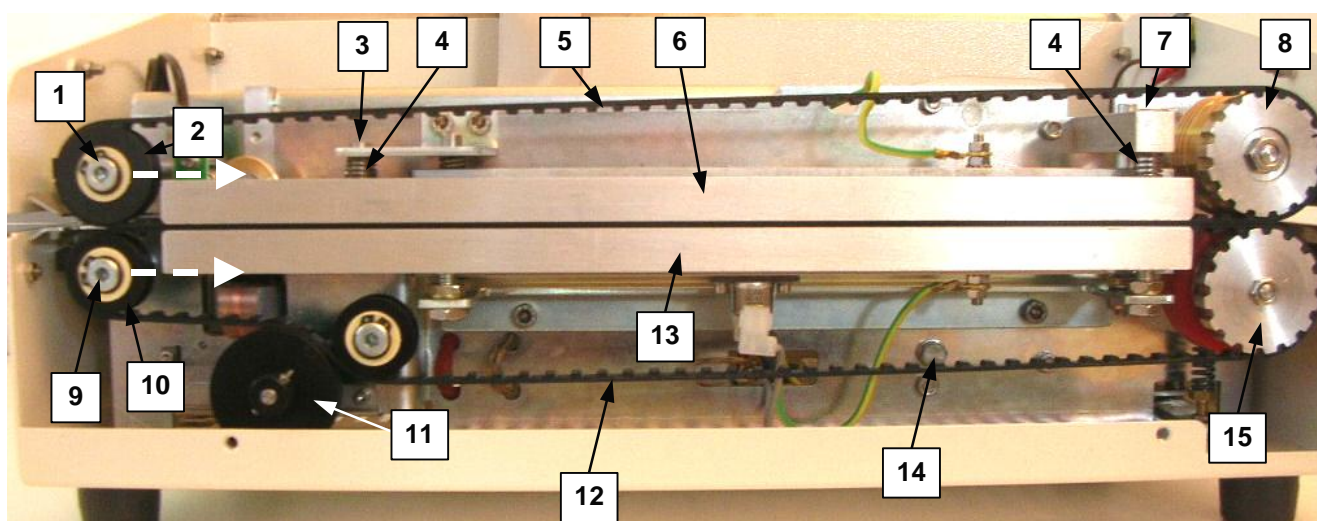

fig.5.9
- dopo aver allentato la vite superiore di bloccaggio (n.2-fig.5.8) e la vite di rotazione (n.14-fig.5.9), disinserire il gruppo motoriduttore (n.1-fig.5.8) ruotandolo nel senso della freccia di fig.5.8
- smontare la barra di trasporto superiore (n.6-fig.5.9) svitando prima le spine di fissaggio (n.3 e n.7-fig.5.9)
Attenzione a non smarrire le 2 molle di pressione (n.4-fig.5.9)
- allentare la vite di fissaggio del perno (n.1-fig.5.9) della puleggia condotta superiore.
- allentare la tensione della cinghia di trasporto superiore (n.5-fig.5.9) portando la puleggia condotta superiore (n.2-fig.5.9) nella direzione indicata dalla freccia di fig.5.9.
- sfilare la cinghia di trasporto superiore (n.5-fig.5.9) dalla puleggia motrice superiore (n.8-fig.5.9) ed estrarla dalla macchina.
- allentare la vite di fissaggio del perno (n.9-fig.5.9) della puleggia condotta inferiore.
- allentare la tensione della cinghia di trasporto inferiore (n.12-fig.5.9) portando la puleggia condotta inferiore (n.10-fig.5.9) nella direzione indicata dalla freccia di fig.5.9.
- sfilare la cinghia di trasporto inferiore (n.12-fig.5.9) dalla puleggia motrice inferiore (n.15-fig.5.9) ed estrarla dalla macchina.
- Inserire la cinghia di trasporto inferiore (n.12-fig.5.9) nella puleggia motrice inferiore (n.15-fig.5.9) e, successivamente, inserirla nella puleggia condotta inferiore (n.10-fig.5.9) e nella puleggia azionamento stampa (n.11-fig.5.9)
- tendere la cinghia inferiore mediante la puleggia condotta inferiore (n.10-fig.5.9) e bloccare il suo perno (n.9-fig.5.9) mediante la relativa vite di fissaggio.
- la puleggia-movimento-stampa (n.11-fig.5.9) ruota ed aziona il nastro della cassetta nastro
- Inserire la cinghia di trasporto superiore (n.5-fig.5.9) nella puleggia motrice superiore (n.2-fig.5.9) e, successivamente, inserirla nella puleggia condotta superiore (n.2-fig.5.9)
- tendere la cinghia superiore mediante la puleggia condotta superiore (n.2-fig.5.9) e bloccare il suo perno (n.1-fig.5.9) mediante la relativa vite di fissaggio.
- rimontare la barra di trasporto superiore (n.6-fig.5.9)
*Attenzione a non smarrire le 2 molle di pressione (n.4-fig.5.9)*